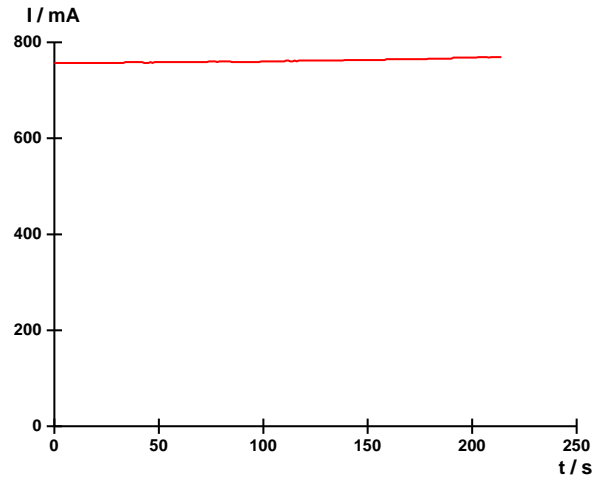

Fig. 5: Zeitabhängigkeit des Stroms.
- Messerte für den Strom (Spalte „Value“) gegen die Zeit in Sekunden (Spalte „DateTime“) graphisch auftragen (Fig. 5).